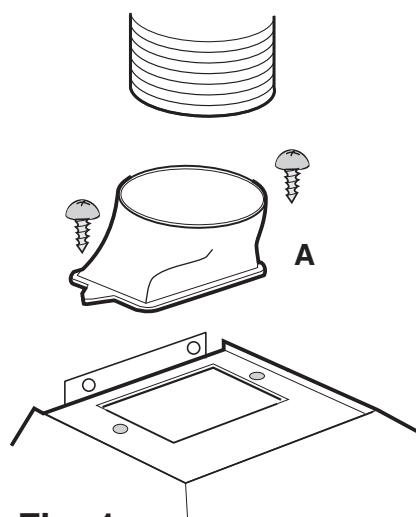

Fig. 1
- El aire se extrae al exterior mediante un tubo conectado al anillo de conexión A . Fig. 1.